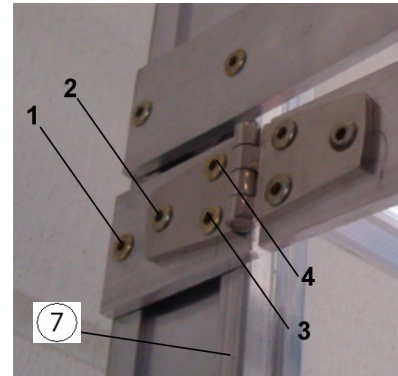

Figura 3
- Colocar la placa intermedia a 8 mm por debajo de la abrazadera de la jaula (ver figura 3).
- Hacer un agujero en la barra de la escala pos.1. Agujero en el centro de la ranura de la barra de la escala (figura 3, pos.7).